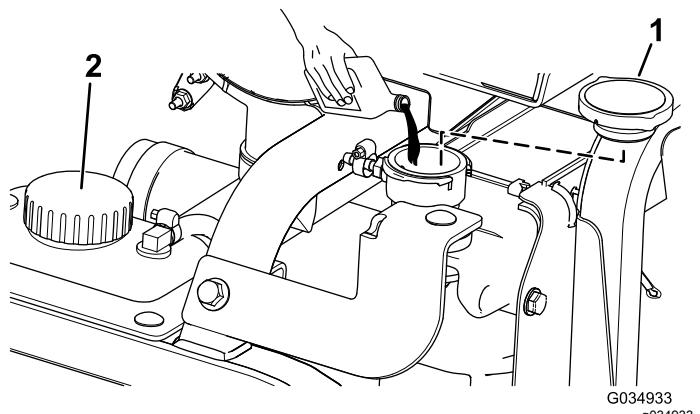

Figura 112
5. Riempite il radiatore con refrigerante fino a quando il livello non è pari con il bordo del foro del filtro (Figura 112).